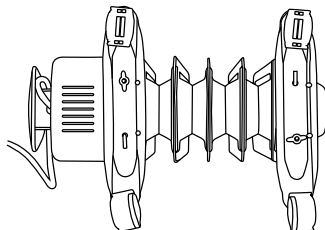

Рис. 4
1. Соединить одну из опорных ножек (2) с двумя роликами (1).
2. Закрепить гайками (3).
4. Перевернуть обогреватель нижней частью вверх, как показано на Рис. 4.
5. Продеть металлический держатель (4) через фиксатор.
6. Прикрепить опорную ножку с колесиками посредством металлического держателя (4) и винтов (5) к радиатору.